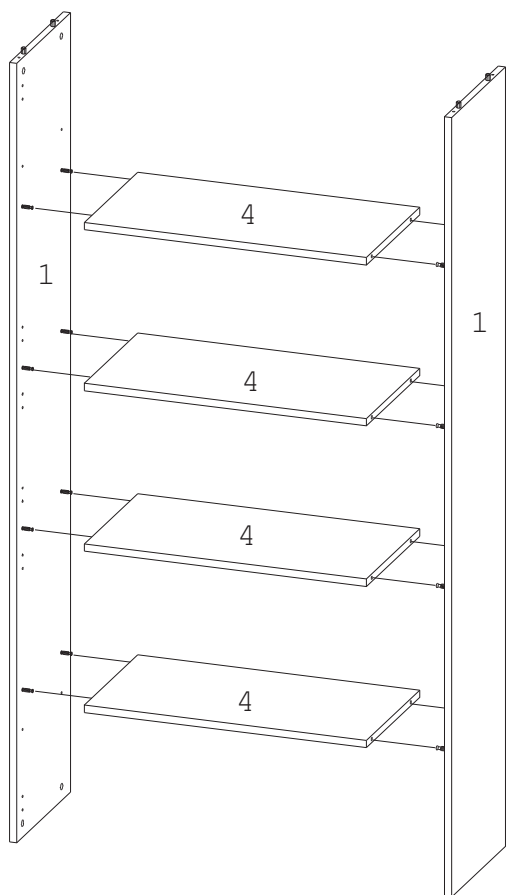

Рис. 5
5. Соединить горизонтали 4 с боками/боками промежуточными 1 (Рис.5). Затянуть эксцентрики по часовой стрелке до упора. При сборке цепочки шкафов см. также «Схема сборки непрерывной цепочки шкафной группы».